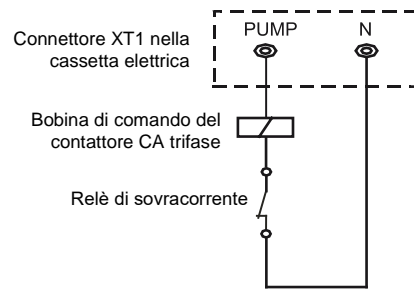

Fig. 8-22-4
Passo 12: Collegamento dei cavi di controllo per pompa di SCV-900EA: Il circuito di controllo del contattore AC per pompa deve essere collegato ai morsetti PUMP e N su connettore XT1 della cassetta elettrica dell'unità come mostrato in Fig. 8-22-4.